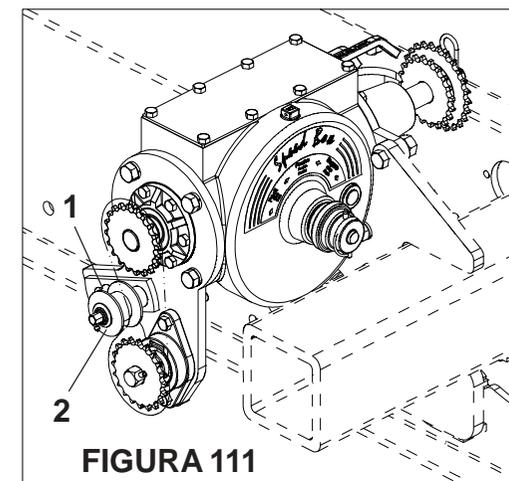

FIGURA 111
## TENSÃO DAS CORRENTES ( FIGURA 111 ) SPA MEGA FLEX 4000 / 4500 / 5000 / 5500
1 - Solte o parafuso (1), deslize o esticador (2) até a tensão necessária. Em seguida, reaperte a porca, **conforme mostra a figura 111.**